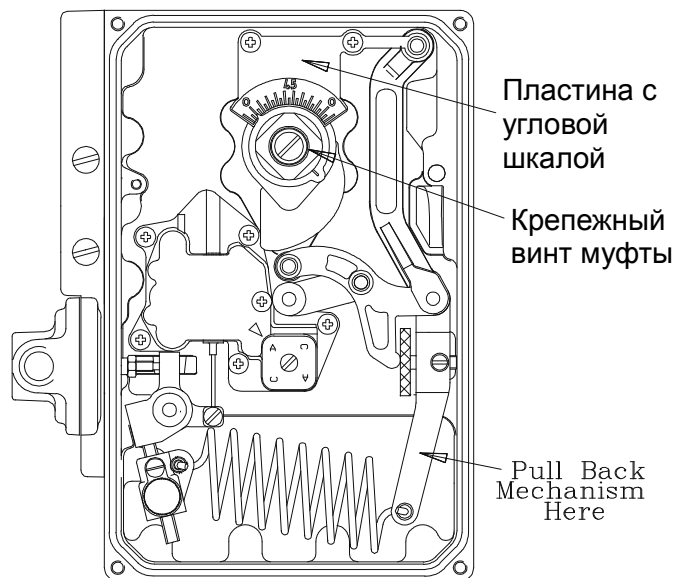

Рисунок 2. Коробка Вид внутри позиционера с изображением деталей которые нужно убрать при установке
2.1.4 Следите за направлением, в котором двигается кулачок по нарастающему сигналу и, если оно верное, установите муфту на квадрат привода одной рукой, одновременно оттягивая механизм другой (смотрите Рисунок 2). Если направление не соответствует требуемому, смотрите раздел 4.1. Если позиция привода была верно приближена к средней точке хода, кулачковый следящий элемент соприкоснется с кулачком приблизительно на середине хода. Убедитесь, что муфта полностью обхватила квадрат привода и затяните центральный крепежный винт, что обеспечит центровку кулачкового следящего элемента на кулачке. Верните на место пластину с угловой шкалой.